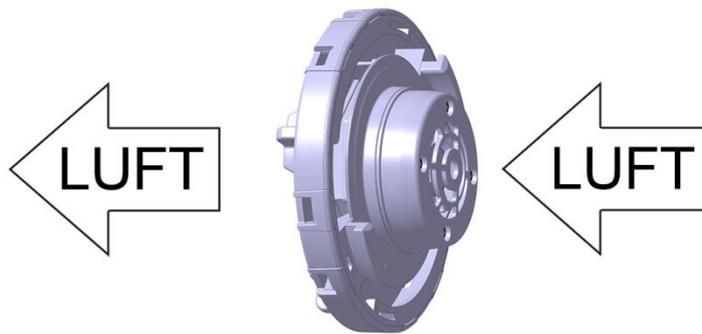

Abbildung 1: Ventilatorfunktion „Saugen“
- Bei Inbetriebnahme des Ventilatordeckels ist die Funktion zu überprüfen. Die Ausführung „Saugen“ ist bei eingeschaltetem Ventilator durch Ansaugen der Luft an der Innenseite des Ventilatordeckels zu erkennen, wie in Abbildung 1 dargestellt. Dies kann durch kurzzeitiges Auflegen eines Blattes Papier erfolgen welches angesaugt wird. Das Papier ist vor der Inbetriebnahme wieder zu entfernen, damit die Öffnungen frei sind. Beim Saugen entsteht im Lagerraum ein geringer Unterdruck entsprechend den Leistungsdaten des Ventilators. Mit dem Hersteller der Heizanlage ist abzuklären, ob durch diesen Unterdruck Verbrennungsgase aus der Heizkammer in den Lagerraum gesaugt werden können.